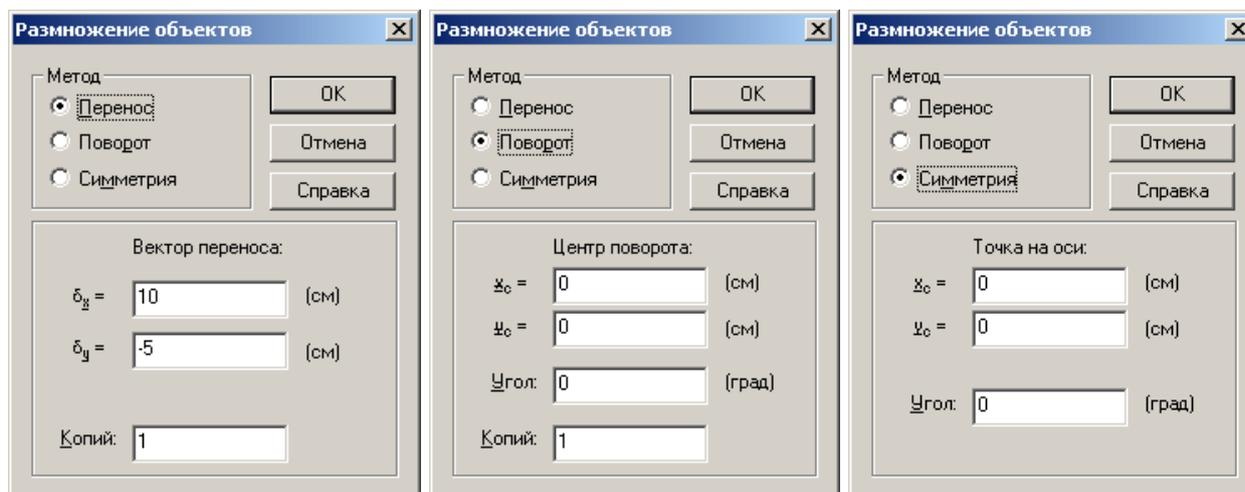

Рис. 1.11. Диалог Размножение объектов для разных методов дублирования .
3. Когда на экране появится диалог **Размножение объектов** (см. рис. 1.11), выбрать метод преобразования, ввести его параметры и нажать **ОК**.